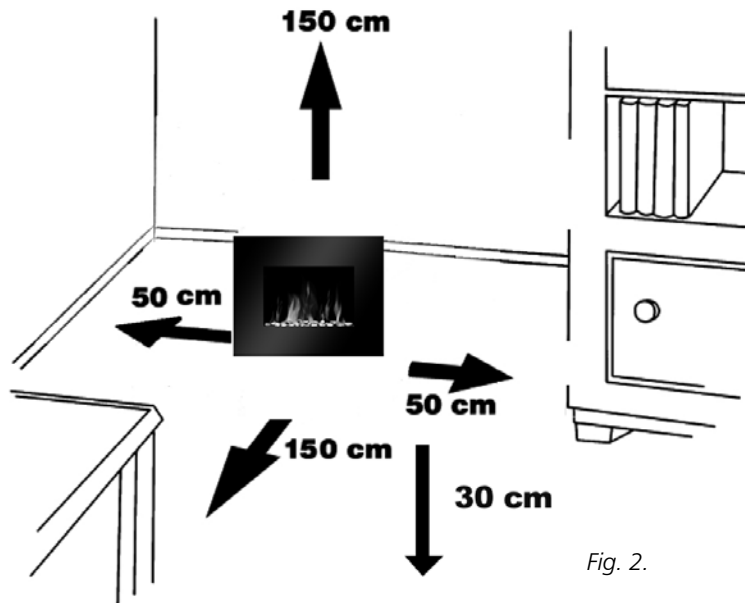

Fig. 2.
4. Assurez-vous qu'il y a suffisamment d'espace libre autour du chauffage. Voir figure 2.
- Les distances minimales doivent être respectées (voir la Fig. 2).